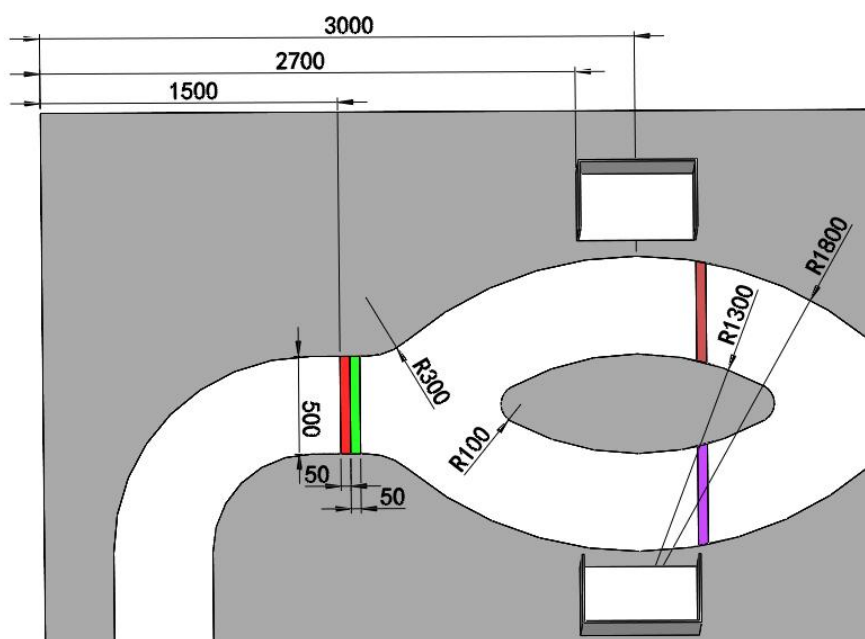

图7分岔路标识示意图（单位：mm）
2.分岔路：如图7所示，距离比赛场地边沿1500mm处印有 $500 \times 100\text{mm}$ 的红绿色带，红色和绿色色带宽度均为50mm。